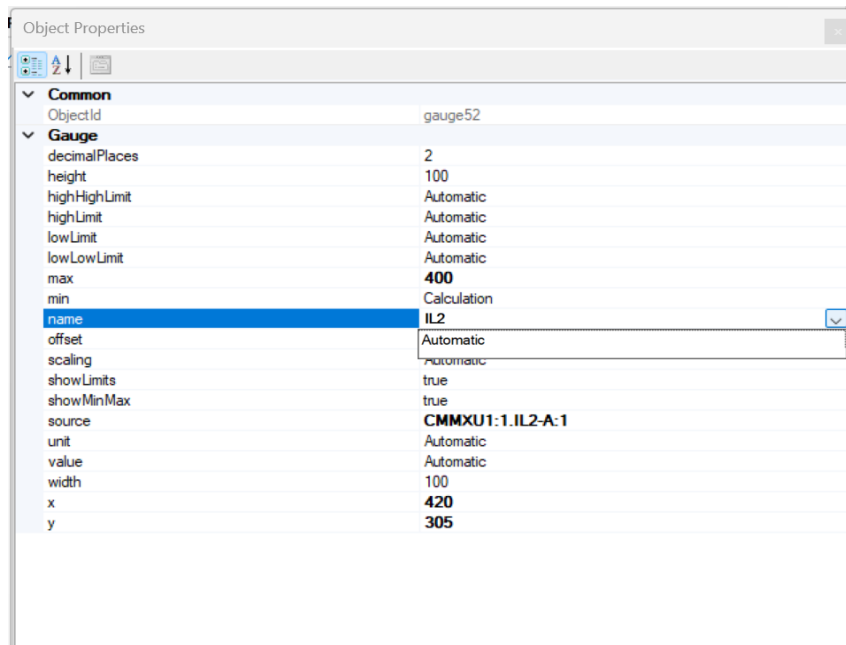

Imagen 157_Asignación de nombre para la medición de corriente.
3.19 Y en la opción de “Name” seleccionaremos el nombre “IL2” como se muestra en la **Imagen 157**.